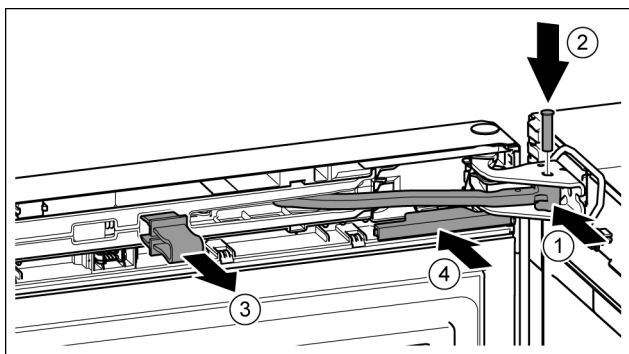

Fig. 22
- ▶ Rotiți articulația în suportul de lagăr. Fig. 22 (1)
- ▶ Introduceți bolțul în suportul de lagăr și articulație. Urmăriți ca respectiva camă de cuplare să fie așezată corect în canelură. Fig. 22 (2)
- ▶ Detașați siguranța. Fig. 22 (3)
- ▶ Montați capacul. Fig. 22 (4)